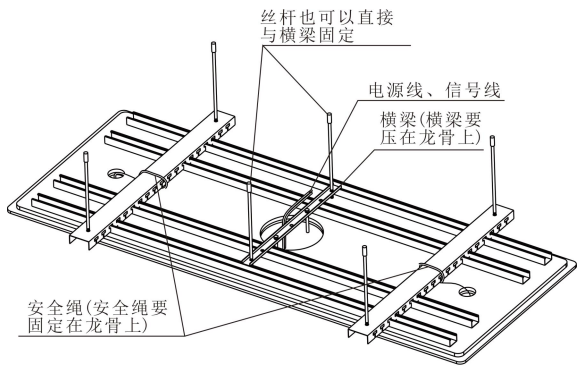

图4
4. 在直径 190mm 的安装孔内放入准备好的电源线、信号线，如图 4；
5. 取安全绳穿过吊顶龙骨后，放入直径 50mm 的安装孔内，如图 4；